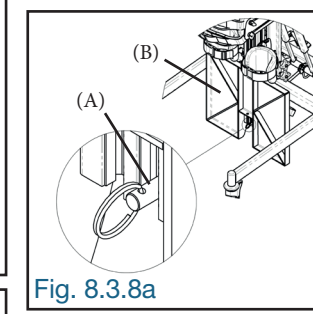
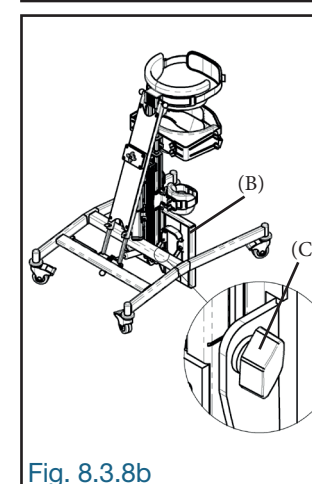
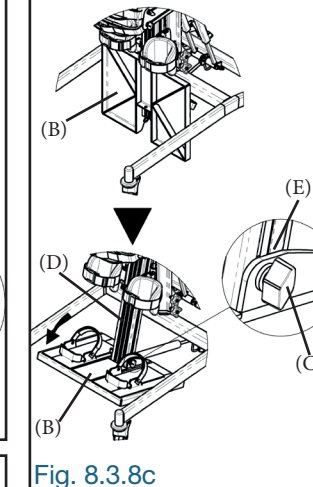

Fig. 8.3.8a
Fig. 8.3.8b
Fig. 8.3.8c
8.3.8 Retirer la goupille à dégagement rapide (A) sous le plateau de pieds (B) (Fig. 8.3.8a). Desserrer légèrement les boutons de blocage (C) de chaque côté du plateau de pieds (B) (Fig. 8.3.8b). Basculer le plateau de pieds (B) vers le bas, de façon qu'il soit perpendiculaire au châssis (D). S'assurer que celui-ci soit aligné sur la marque de positionnement (E) (Fig. 8.3.8c). Bien resserrer les boutons de blocage (C) de chaque côté du plateau de pieds (B) (Fig. 8.3.8c).